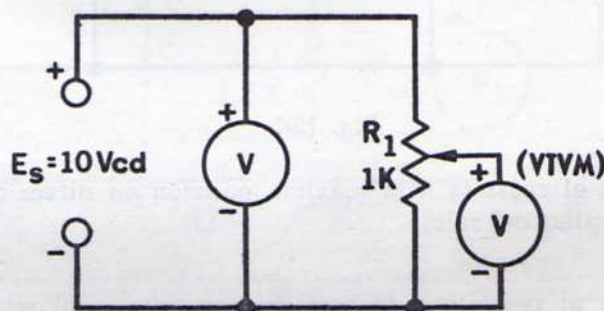

Fig. 15-1
3. Conecte el potenciómetro de 1,000 ohms a la fuente de energía. Ajuste la fuente de energía a 10 volts de cd. Conecte el VTVM (usando el rango de volts cd), entre la terminal negativa de la fuente de energía y la terminal central del potenciómetro: Vea la Fig. 15-1. Mida las tensiones siguientes: